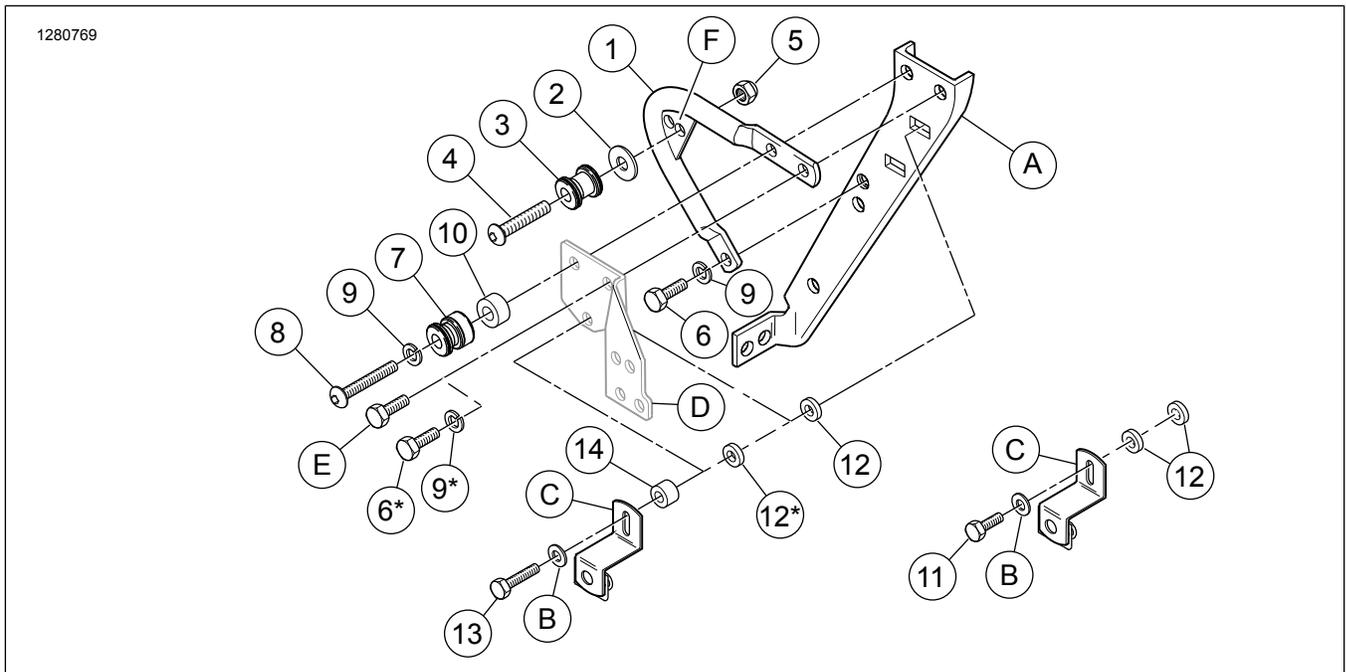

Figura 1. Contenuto del kit: Kit di ancoraggio posteriore
Figura 1 mostra i punti di ancoraggio del kit di ancoraggio anteriore (53803-06) e del kit di ancoraggio posteriore (53804-06).
3. Vedere Figura 1 Rimuovere i Componente originale dispositivi di fissaggio nei due fori superiori della staffa di sostegno della borsa (A) su un lato del veicolo. I dispositivi di fissaggio di serie si inseriscono nei dadi saldati nella staffa di sostegno.
4. Rimuovere la staffa di montaggio della borsa (C). Mettere da parte la staffa e la rondella piatta (B) per l'installazione del kit.
Vedere Figura 1 Le staffe di montaggio del punto di ancoraggio posteriore (1) sono specifiche per lato. Le superfici di montaggio su ciascuna estremità del tubo sono disassate verso il parafango.
4. Se necessario, regolare le staffe di montaggio (1) alla larghezza corretta stringendole o allargandole fino a raggiungere un allineamento corretto con l'accessorio.
5. Vedere Figura 1 Installare Componente originale la staffa di montaggio della borsa come descritto nella sezione successiva.